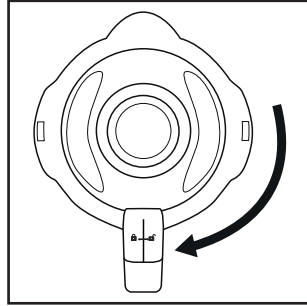

Fig. 2
- 4) Appuyez à nouveau fermement le couvercle ② sur le bol mixeur ③ de manière décalée. Refermez le couvercle ② en le tournant dans le sens horaire jusqu'à ce qu'il encrante audiblement en position  (voir fig. 2). Veillez à ce que le bec verseur du bol mixeur ③ soit fermé. Le moteur ne peut démarrer que si le couvercle ② est posé de manière alignée.